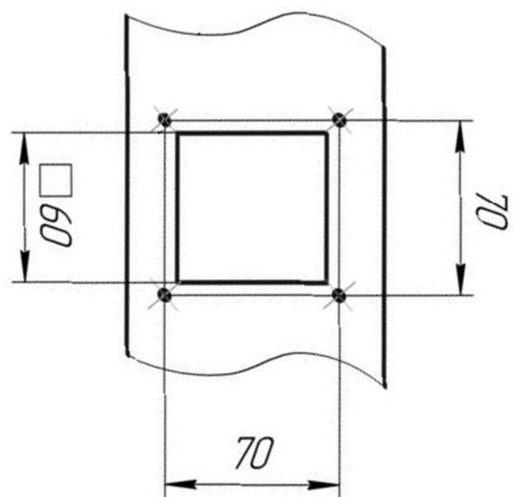

Рис. 6. Разъем крепления патрубка пылеотсасывающего аппарата.
9.5 Для подключения пылеотсасывающего агрегата на станке имеется разъем крепления патрубка (см. рис.6), разъемы расположены на задних стенках кожухов;